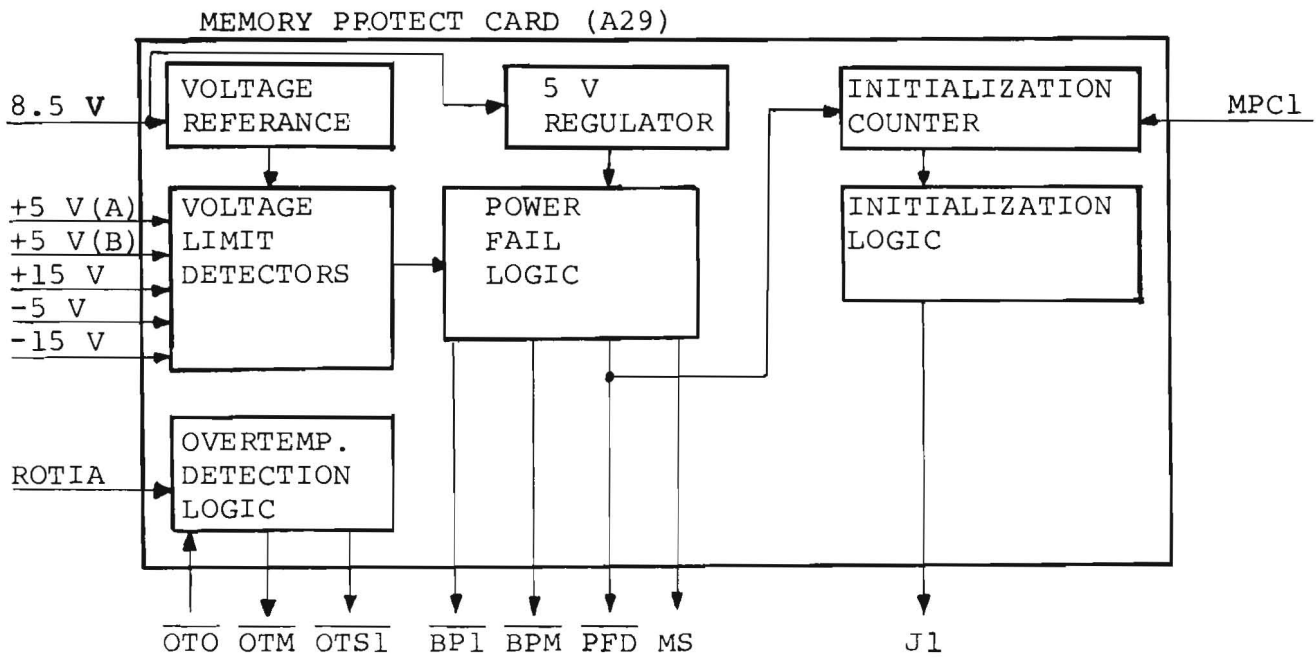

Bild 26. Spänningsövervakningsenhet "Memory Protect", blockschema
- Spänningsövervakningsenhet "Memory Protect" (A29), se bild 26.